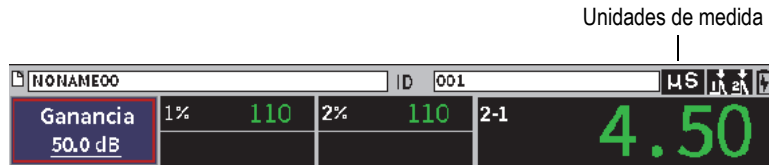

Figura 7-8 Medición del tiempo de vuelo
4. Pulse la secuencia de teclas SHIFT, TAB para regresar a la pantalla A-scan en vivo. En el modo de tiempo de vuelo, todas las medidas de distancia son visualizadas en valores de microsegundos en lugar de pulgadas o milímetros. Vea el ejemplo del campo de lectura de medición a continuación en la Figura 7-8 en la página 103.